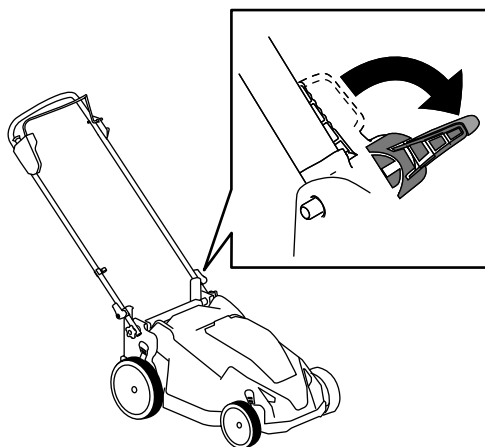

Figure 13
2. Déverrouillez le guidon jusqu'à ce que la moitié supérieure bouge librement (Figure 13).
3. Déverrouillez le guidon (Figure 13).